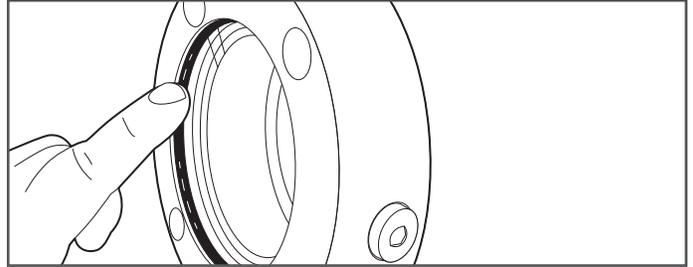

Figura 7-14
15. Asegúrese de que la junta tórica interna no esté dañada ni rota (Figura 7-14).